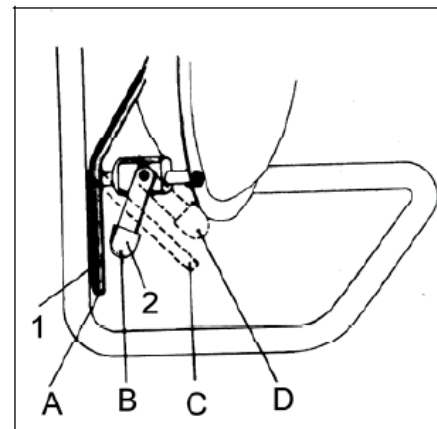

Ilustración 9 Mandos bomba
4. ponga en marcha la bomba llevando la palanca del comando de la Ilustración 9 pos. 2 de la posición D a la posición B.
SI LA BOMBA ASPIRA AIRE ES NECESARIO PROCEDER NUEVAMENTE A LA PURGA COMO SE MUESTRA EN LA FIG.9. DESPUÉS DEL USO ES IMPRESCINDIBLE LIMPIAR LA BOMBA (VER EL CAPÍTULO “CONTROLES Y MANUTENCIÓN”)
Para utilizarla es suficiente poner en marcha la bomba desplazando la palanca, ilustración 9 pos. 2, de la posición D a la B.
Para estas dos funciones vea los capítulos anteriores teniendo en cuenta que dicha función es controlada por la palanca de desviación de la bomba de la Ilustración 9 pos. 1: